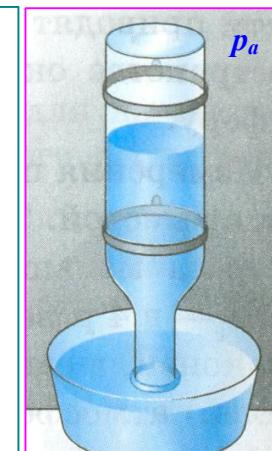

Рис. 50.3.
3. Автоматическая поилка для птиц (рис. 50.3) состоит из бутылки, наполненной водой и опрокинутой в корытце так, что горлышко находится немного ниже уровня воды в корытце. Почему вода не выливается из бутылки? Если уровень воды в корытце понизится и горлышко бутылки выйдет из воды, часть воды из бутылки выльется. Почему?